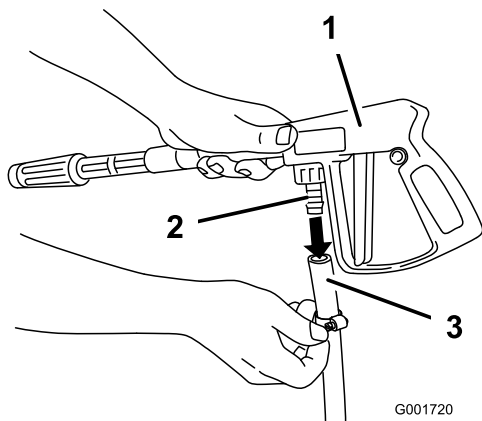

Bild 35
5. Verbinden Sie das Schlauchende mit dem Anschluss der Spritzpistole (Bild 35) und befestigen Sie das Schlauchende mit der kleinen Klemme.